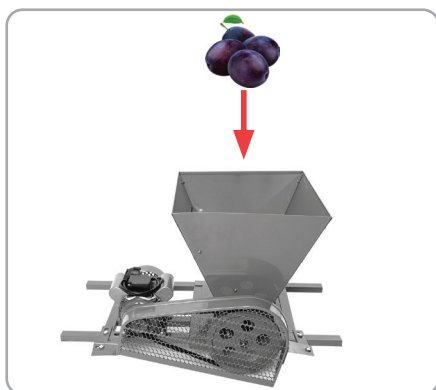

Fig.4
Carcasa de protecție a lamelor din fig. 4 se amplasează ulterior peste ansamblul cutitelor, având ca fixare 2 suruburi (vezi fig. 5).
- Introduceti manual fructele in cuva, cu ajutorul unei galeti (fig.4).